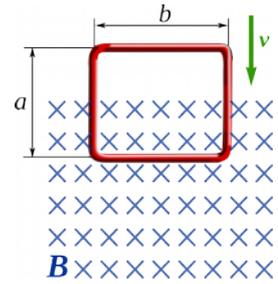

Fig. 203
- Ein Metallrahmen mit  $a = 30 \text{ cm}$  und  $b = 40 \text{ cm}$  (siehe Fig. 203) wird in einer Zeit von  $0,2 \text{ s}$  in eine Magnetfeld von  $50 \text{ mT}$  geschoben.